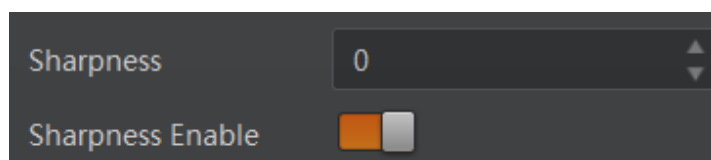

图7-36 锐度设置
2. 在 *Sharpness* 参数中输入需要设置的数值，如图 7-36 所示，参数范围为 0 ~ 100。